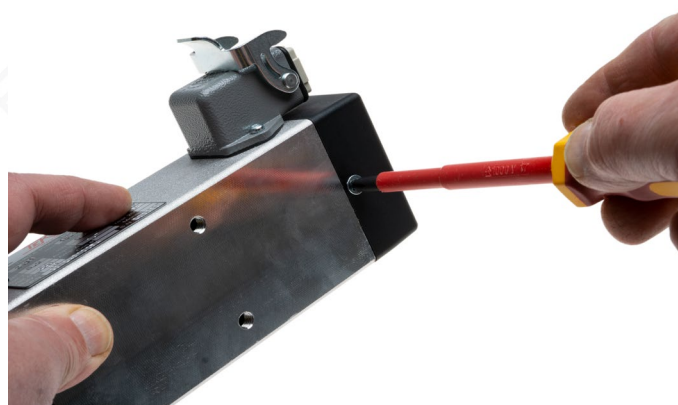

Bild 3: Entfernen des Gehäusedeckels
- Entfernen Sie den Gehäusedeckel des alten Gebläses. Siehe Bild 3. Bewahren Sie die zwei Schrauben auf, sie werden weiter verwendet.